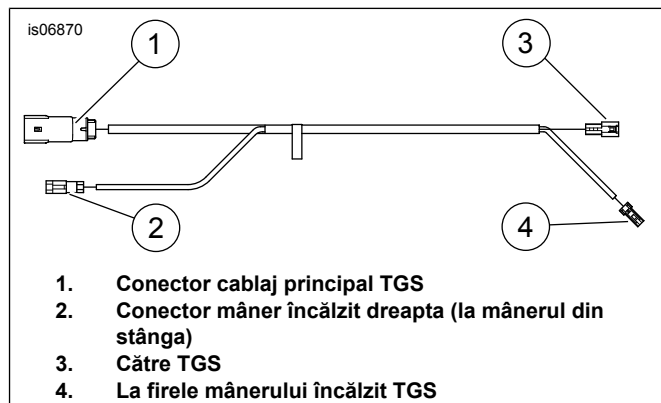

Figura 4. Cablaj de legătură TGS
4. A se vedea figura 4. Atașați **noul** cablaj jumper TGS la TGS.
- a. Conectați conectorul (3) la cablajul TGS.
- b. Conectați conectorul (4) la conectorul mânerului încălzit.